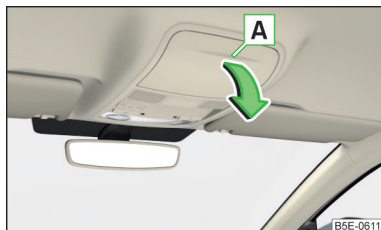

Fig. 84
- Pentru **deschiderea** sa, apăsați pe capacul compartimentului pentru ochelari în zona **A**. Compartimentul se rabatează în sensul săgeții » fig. 84.